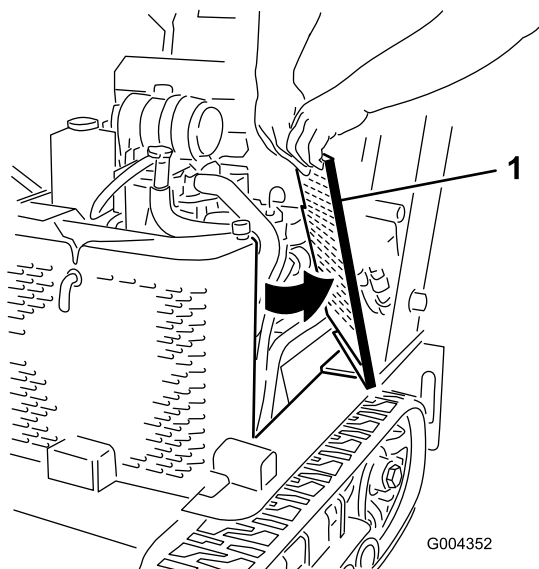

Bild 30
2. Schieben Sie die Seitengitter (Bild 30) nach oben und aus den Schlitzen im vorderen Gitter und im Rahmen.